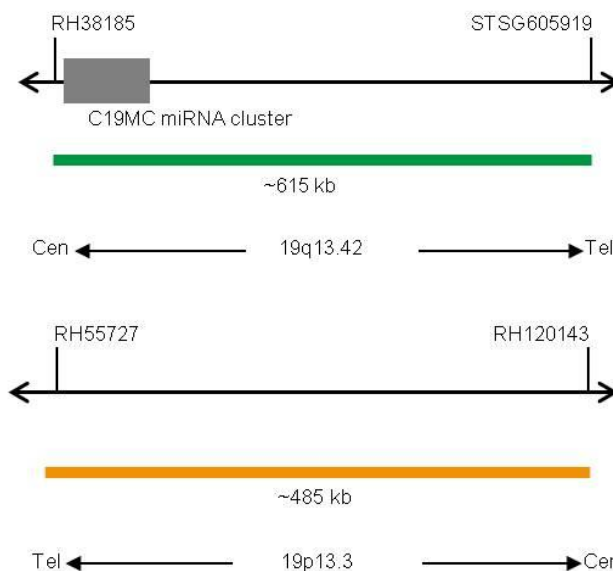

Fig. 1 : En haut : Carte de la sonde SPEC C19MC; En bas : Carte de la sonde 19p13 (pas à l'échelle)
- Polynucléotides marqués au ZyGreen (excitation 503 nm/émission 528 nm) (~10,0 ng/μl), qui ciblent une séquence de 19q13.42* (chr19:54,156,239-54,768,983) hébergeant le locus C19MC (voir figure 1).
- Polynucléotides marqués au ZyOrange (excitation 547 nm/émission 572 nm) (~4,5 ng/μl), qui ciblent des séquences en 19p13.3* (chr19:658,555-1,144,465) (voir figure 1).